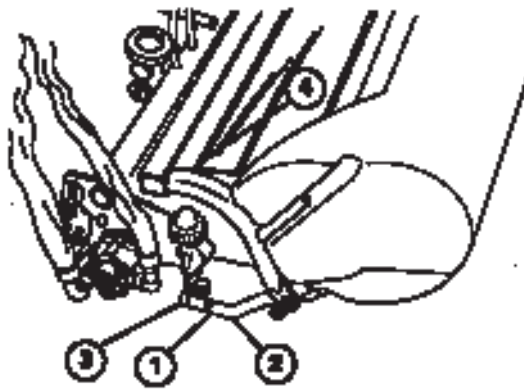

Bild 3
6. Befestigen Sie die Körbe an den Zugstellen, lockern die Klemmmuttern an den Zugarmen und stellen die Kugelsechskante so weit ein, dass ein Spiel von 6–11 mm zwischen der Korblippe und den Spindelmessern besteht (Bild 3).
7. Richten Sie die Innensechskante der Kugelgelenke so aus, dass die offene Seite des Sechskants in Richtung Kugelbolzen zentriert ist. Ziehen Sie die Klemmutter fest, um das Innensechskant in seiner Stellung zu arretieren (Bild 3).